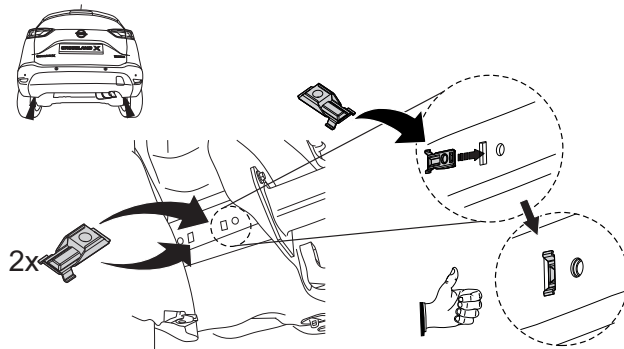

Fig. 2
6. Поставить гайки от кузовов в точках B и G. См. рисунок 2.